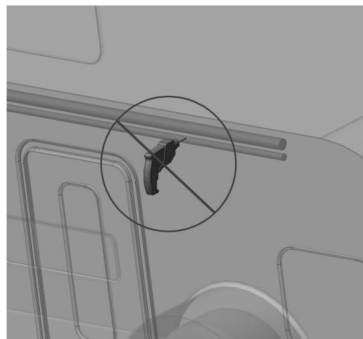

Figura C3
2. Antes de la instalación, verifique si hay nervaduras de refuerzo en la posición de la carrocería del vehículo que se utiliza para fijar el soporte de instalación y si hay obstáculos como agua, electricidad y otras líneas en la posición de perforación (Figura C3). O consulte con el concesionario del vehículo para obtener información relevante.